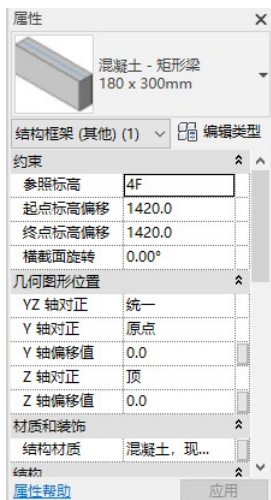

图 6-72 “属性”选项板
(14) 选择步骤(13)绘制的梁，在“属性”选项板中更改“起点标高偏移”为“1420.0”，“终点标高偏移”为“1420.0”，其他采用默认设置，如图 6-72 所示。